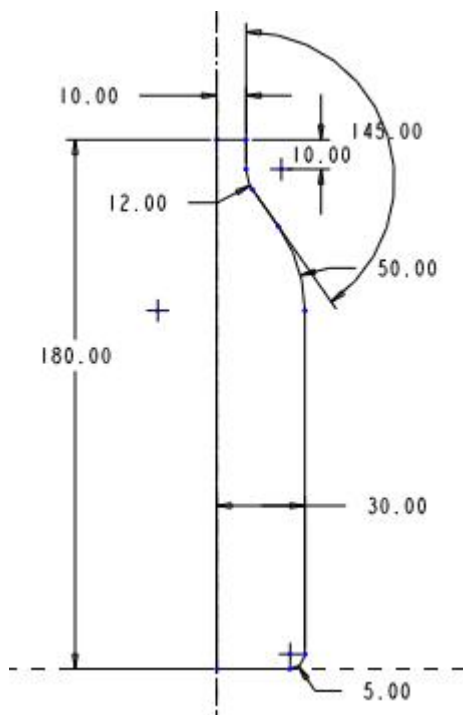

图 3-201
- (1) 单击特征工具栏中的，打开旋转特征操控板。
- (2) 单击草绘截面按钮，系统显示【剖面】对话框，选择 FRONT 基准面为草绘平面，RIGHT 基准面为参照平面，接受系统默认的视图方向。
- (3) 单击【草绘】按钮，进入草绘工作环境，绘制如图 3-201 所示的旋转中心线和旋转截面。